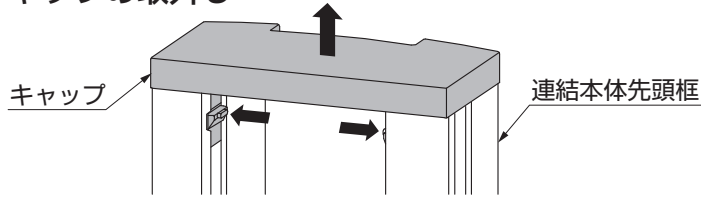

図5-1
- ① 連結本体先頭框のキャップの突起部を押し、上に引上げてはさしてください。(図5-1参照)